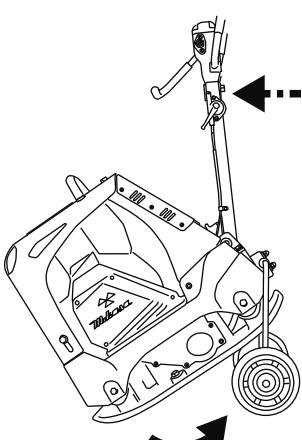

図 25
1. 転圧盤の先端を接地させ、ハンドルを前に押して車輪を浮かします。(図25)